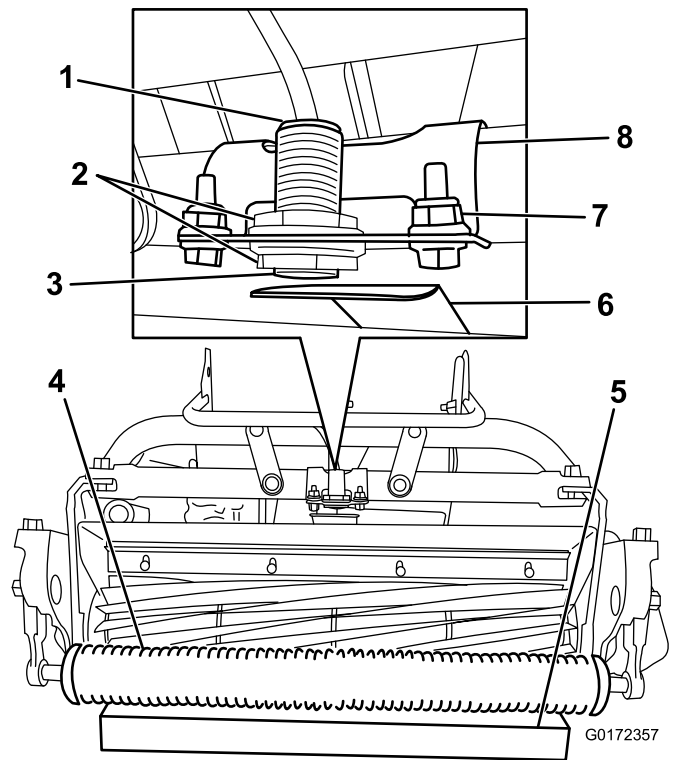

图17
2. 松开传感器上的锁紧螺母并调节传感器确保看到一条螺纹越过下部锁紧螺母 图17。
4. 将 3.8cm 的挡块放在前滚刀组滚筒下面 图17。
5. 松开将传感器支架固定到机架的紧固件 图17。
8. 向靶板方向旋转传感器支架直至传感器顶部的指示灯亮起 图17。如果指示灯已经亮起把传感器支架旋离靶板直至它熄灭然后反方向旋转直至指示灯再次亮起。